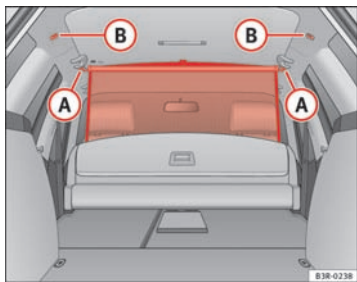

Fig. 121 Cèllets de fixation du filet de séparation
- Accrochez la tringle transversale aux œillets de fixation **(B)** ⇒ fig. 121.
- Accrochez la tringle transversale aux œillets de fixation **(A)** ⇒ fig. 121.